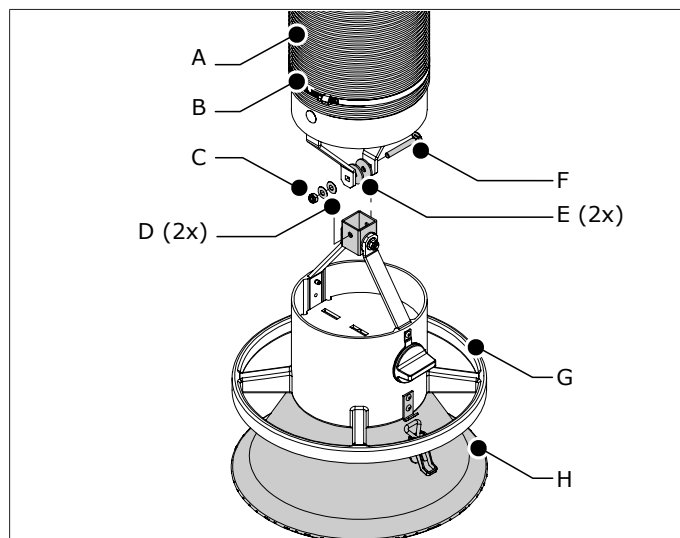

Рис. 4.4 Установка воронки (металлическое вытяжное устройство)
*Металлическое вытяжное устройство (KUA): см. Рис. 4.4*
- Установите вытяжную воронку (G) при помощи болта (F), 2 шайб (E), 2 пружинных шайб (D) и контргайки (C).
- Установите раструб (H) на воронку (G). Зафиксируйте его зажимом.
- Оденьте шланг-трубу (A) на воронку.
- Затяните шланг-трубу при помощи хомута (B).